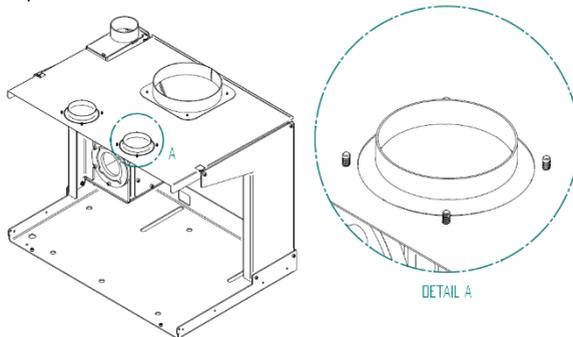

Figure 20 – Installation des buses d'air chaud
3. Deux sorties d'air chaud de 100mm sont prévues sur le dessus. Pour fixer les buses sur le châssis fixe (voir figure 20), il est nécessaire de couper préalablement avec une pince les prédécoupes laser.
4. Il est important que les vis ou les rivets utilisés pour fixer les buses soient placés **du bas vers le haut**, de sorte à ne pas gêner le mouvement de l'insert quand on le sortira pour l'entretien, voir figure 20.